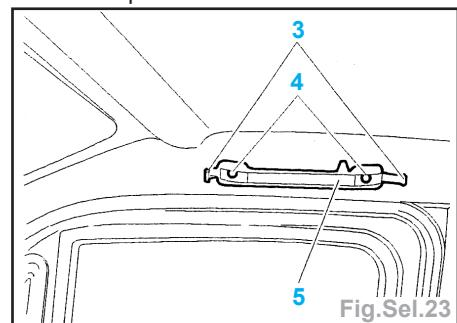

Fig.Sel.23
- Déclipper les languettes cache-vis (3) (Fig.Sel.23).
- Déposer les 2 vis (4).
- Déposer la poignée de maintien (5).
- Déposer les pions plastique (1) et la garniture de pavillon.